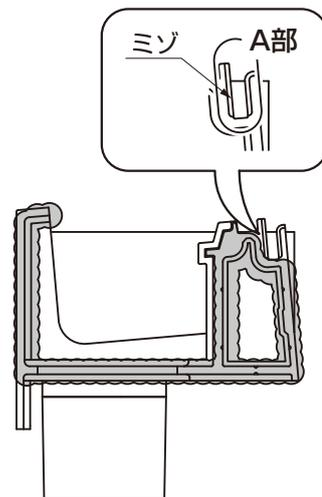

図1-18 ミゾ部シーリング詳細
- A部、B部のミゾは、シーリングで埋めないようにしてください。(図1-18、図1-19参照)